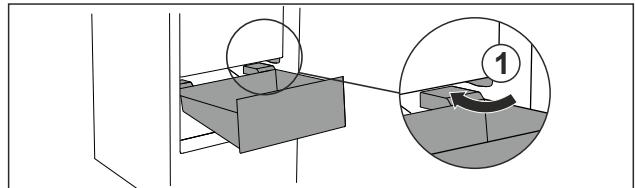

Fig. 72
- Обвести висувний ящик навскіс навколо стопора Fig. 72 (1).